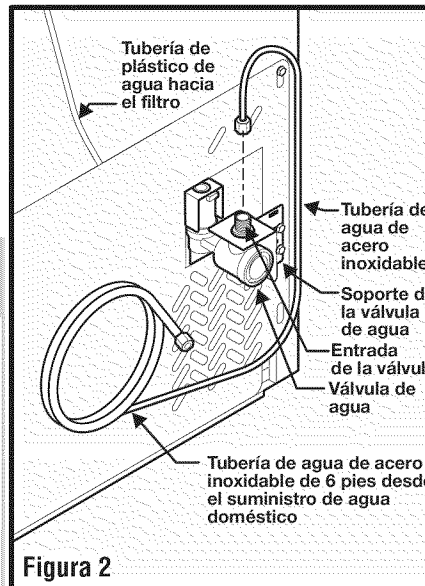

Figura 2
5. Si usa tuberías de acero inoxidable: la tuerca y la férula ya están armadas en la tubería. Deslice la tuerca de compresión hacia dentro de la entrada de la válvula y apriete manualmente la tuerca de compresión sobre la válvula. Apriete otra media vuelta con una llave; NO apriete en exceso. Vea la Figura 2.